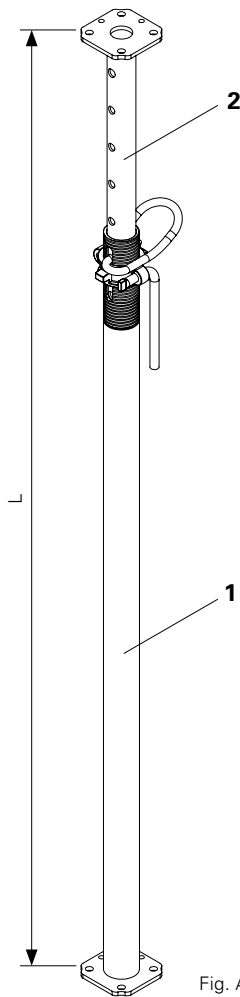

Fig. A1.01
1. Fare scorrere il tubo interno (2) del puntello fino alla misura desiderata. (Fig. A1.01/A1.01a/A1.02)
2. Ruotare il tubo interno in modo che il foro sia visibile nell'asola (1b) del tubo esterno (1). (Fig. A1.01 + A1.01a)